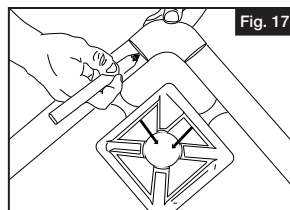

Fig. 17
2. Colocar la esquina en línea con cada uno de los largueros. Marcar y cortar los largueros (Fig. 17).